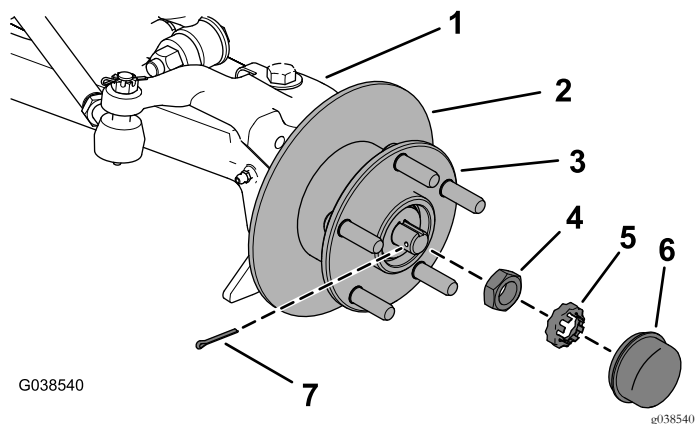

図 6
6. スピンドルから、ダストキャップ、ヘアピンコッター、ナットリテーナ、ジャムナットを外し、ハブとロータを取り出す 図 6。
- A. 図 6 に示すようにハブを回しながらジャムナットを締めてベアリングを着座させ、ジャムナットを $1620\text{N}\cdot\text{m}$ $1.72.0\text{kg}\cdot\text{m} = 1215\text{ft}\cdot\text{lb}$ にトルク締めする。
- B. 図 6 に示すようにジャムナットをゆるめてタブワッシャとハブから離し、ハブを回しながら、ジャムナットを $169226\text{N}\cdot\text{cm}$ $0.140.17\text{ kg}\cdot\text{m} = 1520\text{ in}\cdot\text{lb}$ にトルク締めする。
- C. ジャムナットの上からナットリテーナを取り付ける。コッターピンを取り付ける穴が見えるのを確認してコッターピンを取り付ける 図 6。
- D. ダストキャップを取り付ける 図 6。